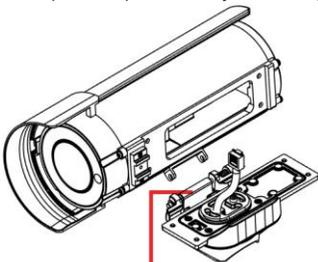

Figura 9
- C. Empurre o pino (1) (Figura 9) e coloque a câmara na dobradiça e solte o pino de modo a que a câmara fique fixa à placa do braço de montagem.